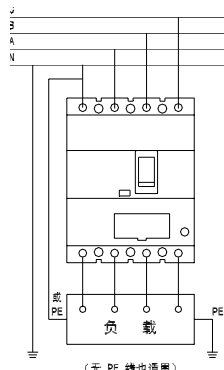
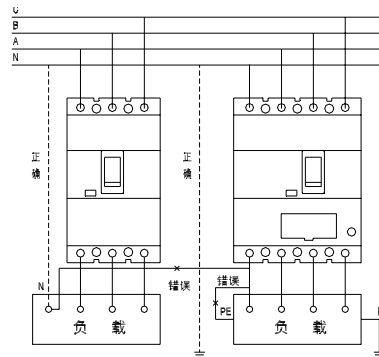

图 1 典型接法
图 2 错误接法
- 1) 断路器可安装于 TT, IT 和 TN-S 系统中, 保护线 (PE) 须有单独的导线, 不能和 N 线共用。不得和其它开关共用 N 极, 不能安装于 TN-C 系统中。见图 1, 图 2。